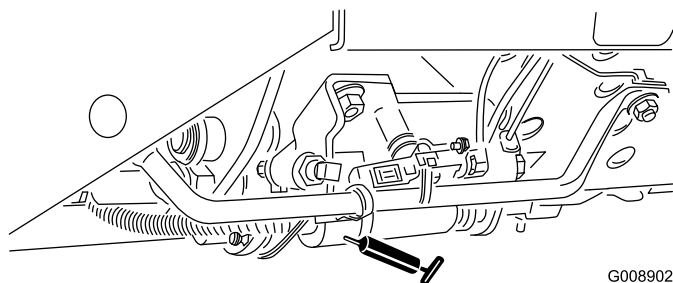

Figure 44
- Sélecteur de tonte/transport (Figure 44)